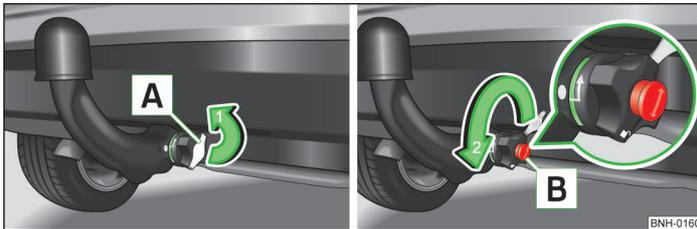

Abb. 11 Schlosskappe abnehmen / Schloss entriegeln
- Die Kappe **A** vom Handrad in Pfeilrichtung 1 » Abb. 11 abnehmen.